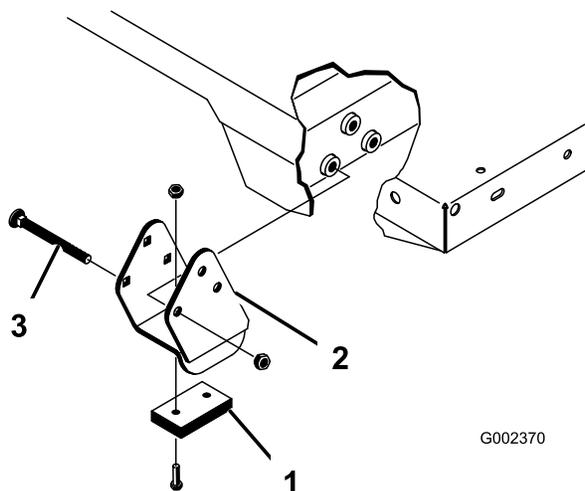

Рисунок 32
Убедитесь, что распорные кронштейны и износные колодки (Рисунок 32) установлены так, что головки каретных болтов находятся внутри автомобиля.
2. Аккуратно установите кузов на раму автомобиля, совместив отверстия в задней шарнирной плите кузова с отверстиями в заднем швеллере рамы, и установите два шплинтуемых штифта и шплинты (Рисунок 32).
4. Вставьте шплинтуемый штифт с наружной стороны кузова, при этом шплинт должен находиться снаружи (Рисунок 32).